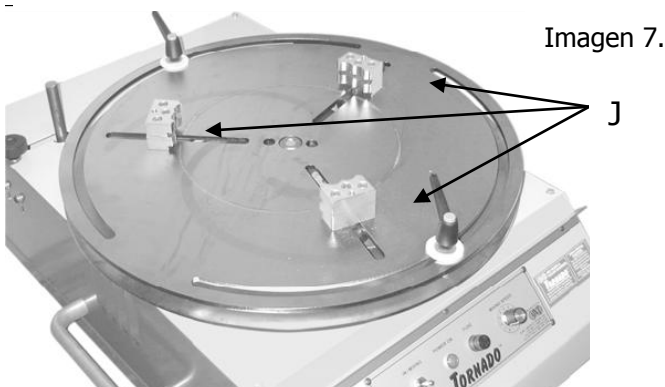

Imagen 7.
## COMO INSTALAR LAS DOBLE GRAPAS ADICIONALES (Imagen 7.)
2. Colocar las doble grapas (Imagen 7.J) encima de la placa giratoria.